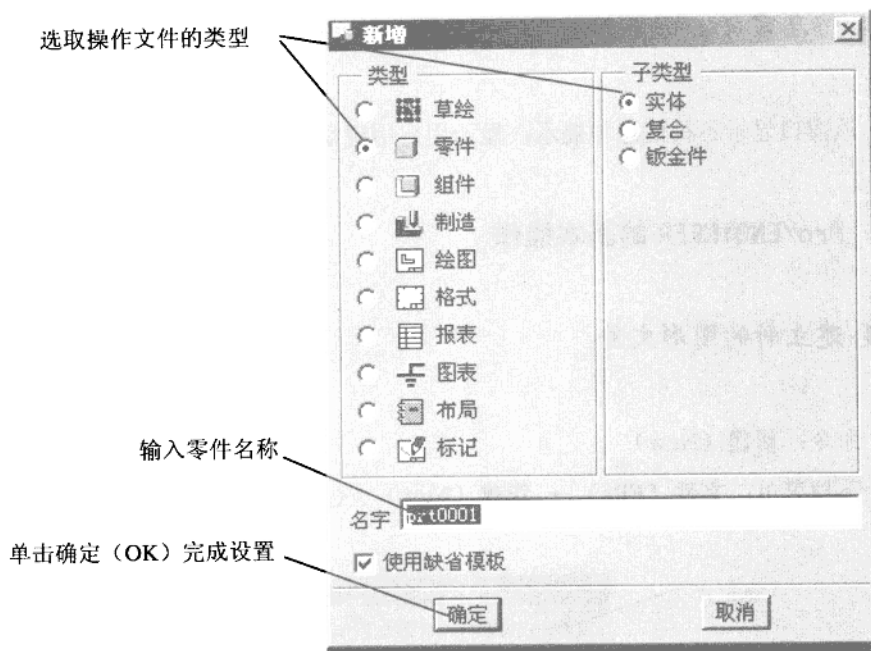

图 1.4
(1) 单击菜单命令**文件 (File) → 新建 (New)**，弹出如图 1.4 所示的对话框。
(2) 也可以直接单击工具按钮 ，打开如图 1.4 所示的对话框。
(3) 图 1.4 对话框左边显示了可以选用的文件类型，根据需要用鼠标左键选中要使用的文件类型，则在对话框右边出现相应的子类型选项，用左键选中要使用的子类型，然后在对话框的**名称 (Name)**栏目中输入准备绘制的零件名称，单击**确定 (OK)**，则出现所需要的工作界面（如图 1.5）。